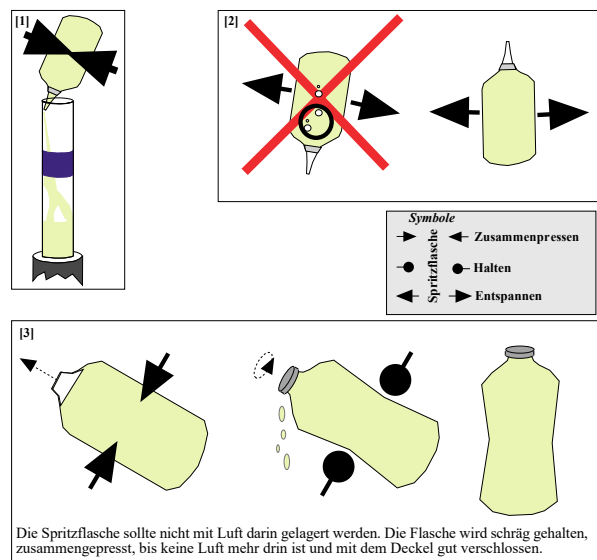

Abbildung 3 :
- Pfropfen entfernen; Öffnung der Spritzflasche an den Rand halten und Wasser langsam einfließen lassen (nicht spritzen, siehe Abb. 3 [1]); Flasche mit der Öffnung nach oben halten, um Luft einzulassen (Abb. 3 [2])
- Flaschen, die mindestens noch halbvoll sind, durch zusammenpressen luftfrei machen (Abb. 3), zuschrauben und beim